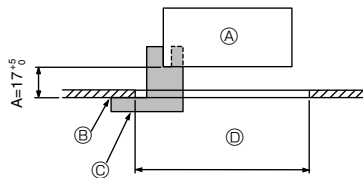

Fig. 9-2
9.2. Προετοιμασία στις γρίλιες για την τοποθέτησή τους (Fig. 9-2)